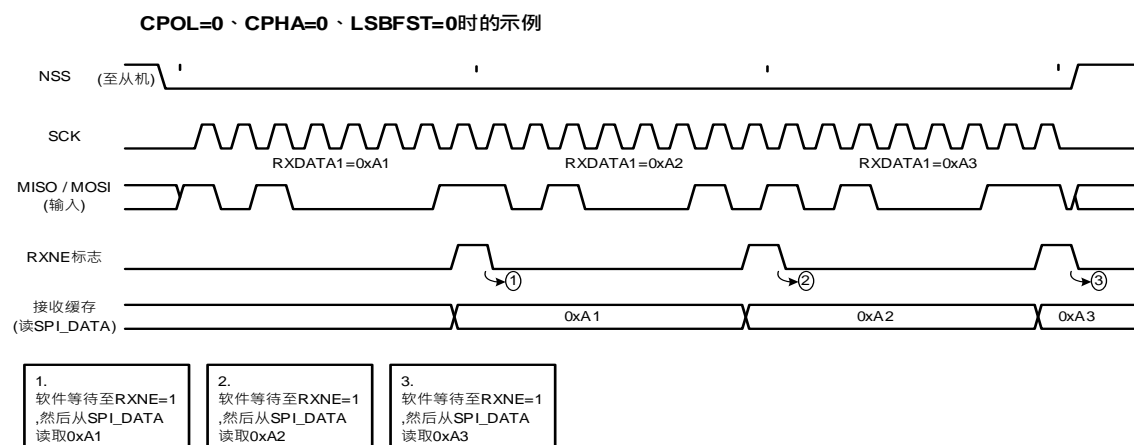

图 23-12 单工通信-只接收模式(SPI\_CON1.BIDEN=0 且 SPI\_CON1.RXO=1)的 RXNE 行为(直接存取操作模式在连续传输的情况下)
**单工通信-只接收模式(SPI\_CON1.BIDEN=0 且 SPI\_CON1.RXO=1)**，接收数据的处理过程直接存取操作模式(参见图 23-12):